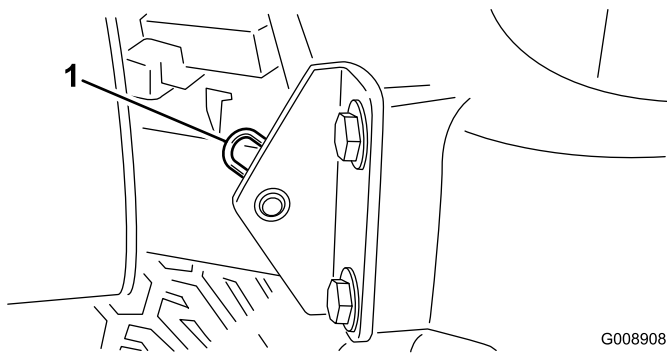

Bild 30
2. Entfernen Sie den Splint, mit dem das Gelenk der Motorhaube an den Befestigungshalterungen befestigt ist (Bild 30).
Hinweis: Für die bündigen Nippel an den Rollen (Bild 30) ist ein Fettspritzenadapter erforderlich. Sie können es mit der Bestellnummer 107-1998 von Ihrem Toro Vertragshändler beziehen.